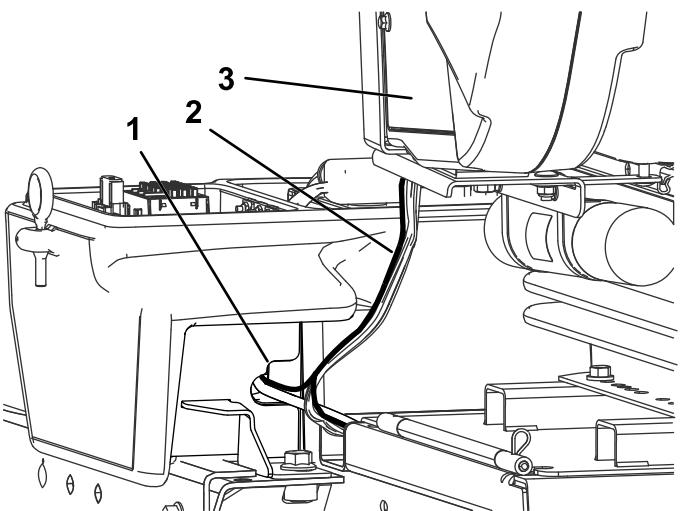

図 23
3. 右側ツールボックスに、端子プラグとアイレット接続部を引き込む図 23。